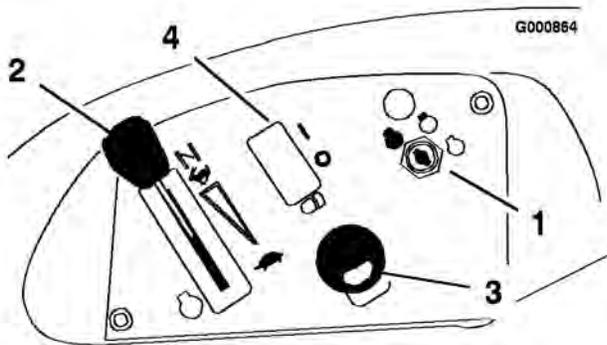
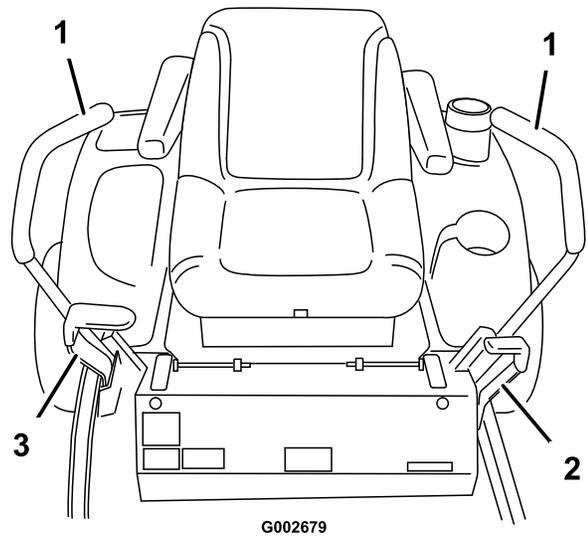

Figura 4
Figura 5
Antes de poner en marcha el motor y trabajar con la máquina, familiarícese con todos los controles (Figura 4 y Figura 5).
1. Mueva las palancas de control de movimiento hacia fuera (Figura 5) a la posición de bloqueo/punto muerto.